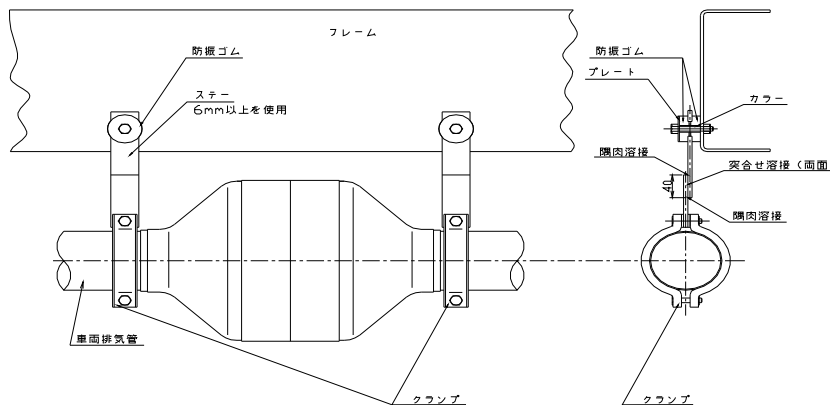

図 8
標準的な吊り方として、図8、9の方法を参考に搭載して下さい。
- ・ ステーを溶接で継いで作る場合、図8のように重なる部分を40mm確保すること。